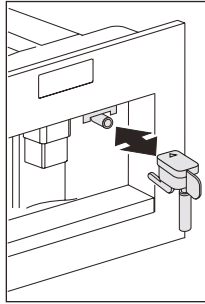

Fig. 13
- Assurez-vous que le bec d'eau est en place et fixé à la buse (Fig. 13).